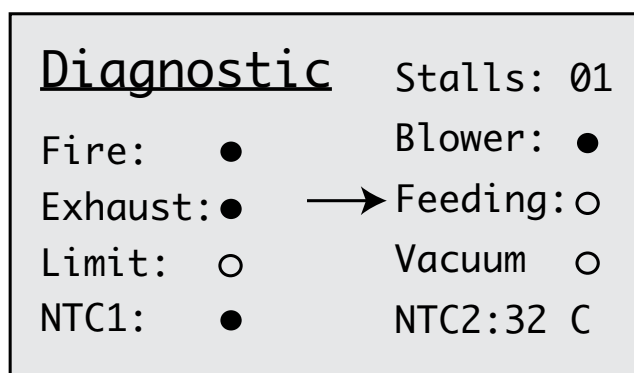

Figure 29
2. À l'aide du bouton FLÈCHE BAS, aller à l'option 6, « Diagnostics » (diagnostics). Appuyer sur ENTRER. Cela vous dirigera à l'écran « Diagnostics ». **VOIR FIGURE 29.**